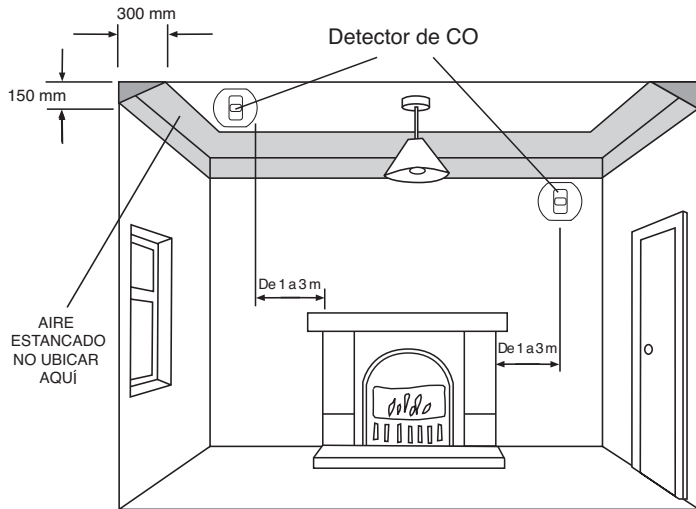

Figura 2
4.31 Si se ubica el detector de CO en una habitación con un aparato que queme combustible (véase la Figura 2)